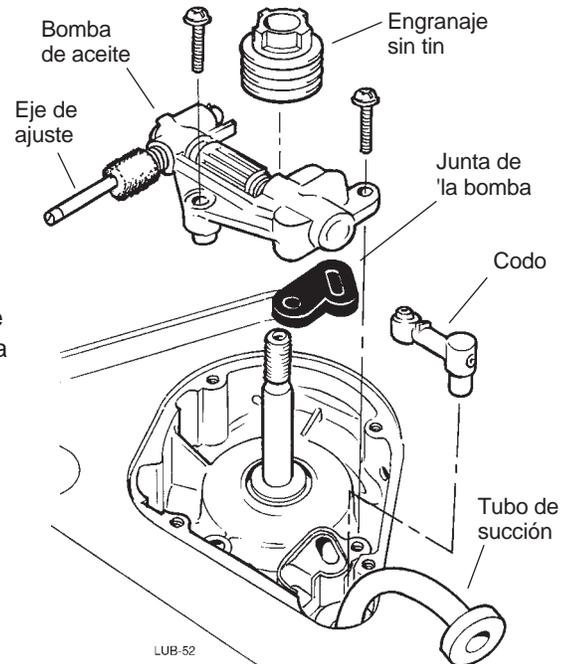

Figura 11.7 Bomba y su mando (se muestra 488)
Paso 4. Extraiga la bomba de aceite y luego saque el codo y la junta de la bomba (donde se usen) (figura 11.7)
Paso 5. Saque el tubo de succión de aceite (figura 11.7)